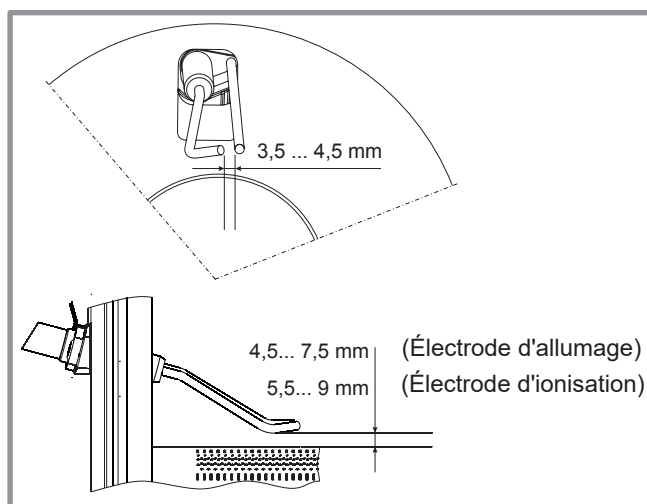

figure 55 - Réglage des électrodes
- Vérifier l'écartement et le positionnement des électrodes (figure 55).